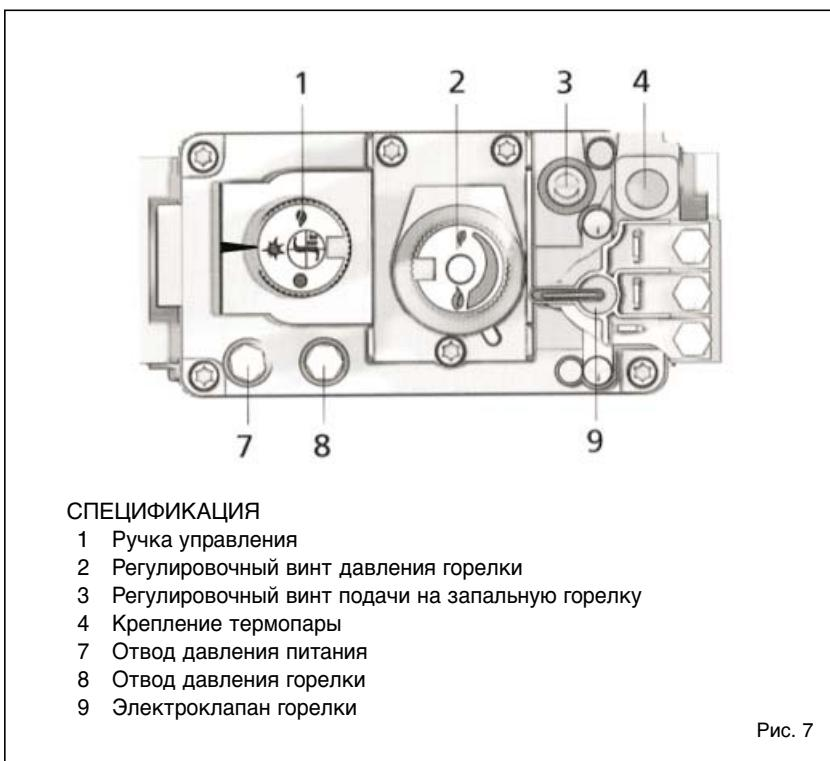

Рис. 7
4.1 ВКЛЮЧЕНИЕ И НАСТРОЙКА ГАЗОВОГО КЛАПАНА SIT 820 NOVA mV (Рис. 7)
- Убедиться, что оборудование и котел наполнены водой, и что в них нет воздуха. Снять винт на входном отводе давления газового клапана (7) и установить манометр с водяным столбиком. Открыть газовый кран. Убедиться, что давление газа на входе равно или слегка превышает 20 мбар. (Внимание: если давление превышает 37 мбар, необходимо установить редукторы давления на входе в котел или на входе в котельную).
- Повернуть ручку управления (1) в положение пилот. Нажать до упора ручку управления. Газ начнет выходить из запальной горелки. Зажечь запальную горелку при помощи пьезоэлектрического зажигателя. После розжига запальной горелки, подождать 20 секунд, затем отпустить ручку управления. Запальная горелка останется зажженной. В противном случае повторите процедуру розжига.
- Снять винт выходного отвода давления клапана (8). Переместить манометр с водяным столбиком на выходной отвод давления. Завинтить на место винт входного отвода давления.
- Завинтить до упора регулировочный винт газового клапана (2 рис. 7).